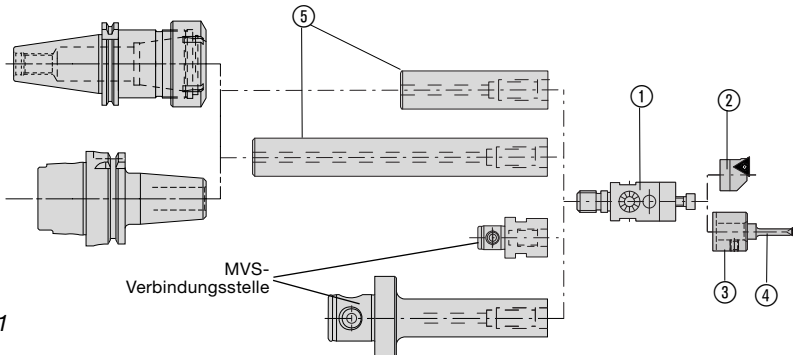

Bild 1
Die Feindrehwerkzeuge ① sind zur Bearbeitung von Präzisionsbohrungen von 3,0 bis 30,2 mm Durchmesser vorgesehen. Es können wahlweise Plattenhalter ② auf allen Feindrehwerkzeugen befestigt werden, bei den Feindrehwerkzeugen 248 002 und 248 003 können zusätzlich Zwischenstücke ③ für Klemmhalter ④ oder Mini-Ausdreh-schneiden befestigt werden (Bild 1). Die Feindrehwerkzeuge können auf verschieden langen, zylindrischen Aufnahmeschäften ⑤ bzw. auf Zwischenstücken mit MVS-Verbindung befestigt werden. Mit einem Spannzangenfutter kann die Auskraglänge der jeweiligen Bearbeitungsaufgabe angepasst werden (Bild 1).